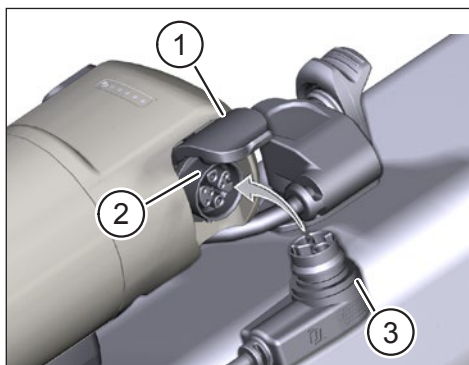

Fig. 3: Charger le Range Extender
- Soulevez le couvercle (élément 1 Fig. 3) du port de chargement du Range Extender.
- Vérifiez que les contacts du port de chargement (élément 2 Fig. 3) sont propres et nettoyez-les si nécessaire.
- Branchez la prise du Charger (élément 3 Fig. 3) dans le port de charge du Range Extender.